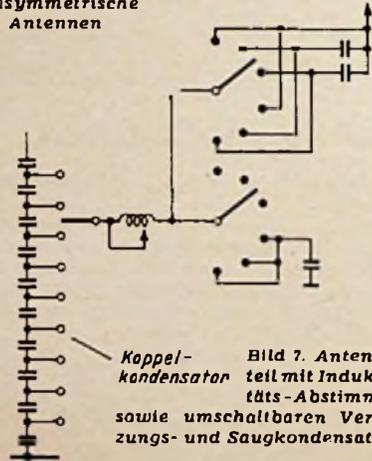

Bild 7. Antennenkondensator mit Induktivitäts-Abstimmung sowie umschaltbaren Verkürzungs- und Saugkondensatoren
Die Abstimmung erfolgt im Antennenteil mit Hilfe einer veränderlichen Induktivität mit großem Variationsbereich (Schleif - Variometer). Bei rein ohmscher Antenne ist bereits eine bestimmte Induktivität im Antennenkreis erforderlich, um die parallel zur Antenne liegende Kapazität des eingeschalteten Teils der Koppelkapazität des Zwischenkreises zu kompensieren. Für hochinduktive Eingangsscheinwiderstände der Antennen bzw. der Antennen - Energieleitung werden umschaltbare Verkürzungskondensatoren vorgesehen (Bild 7). Zur Transformation hochohmiger Antennenwiderstände ist, um in den Arbeitsbereich des Koppelkondensators zu kommen, hinter der Abstimminduktivität unter Umständen eine Parallelkapazität zur Antenne erforderlich, die ebenfalls umschaltbar angeordnet wird. Diese Serien- bzw. Parallelkapazitäten sind für symmetrische Antennen, wenn diese über angepaßte Energieleitungen betrieben werden, nicht erforderlich. Es genügt dann, diese Kapazitäten nur in einem Zweig des Antennenteils zum Betrieb unsymmetrischer Antennen vorzusehen.
1) Die Deutsche Fernsehnorm wurde inzwischen von 6 auf 5 Vor- und Nachimpulse (Trabanten) umgestellt (S. a. Funktechnische Arbeitsblätter Fs 01). Diese Umstellung gegenüber Bild 7 am Anfang dieser Aufsatzreihe ist hier bereits berücksichtigt.